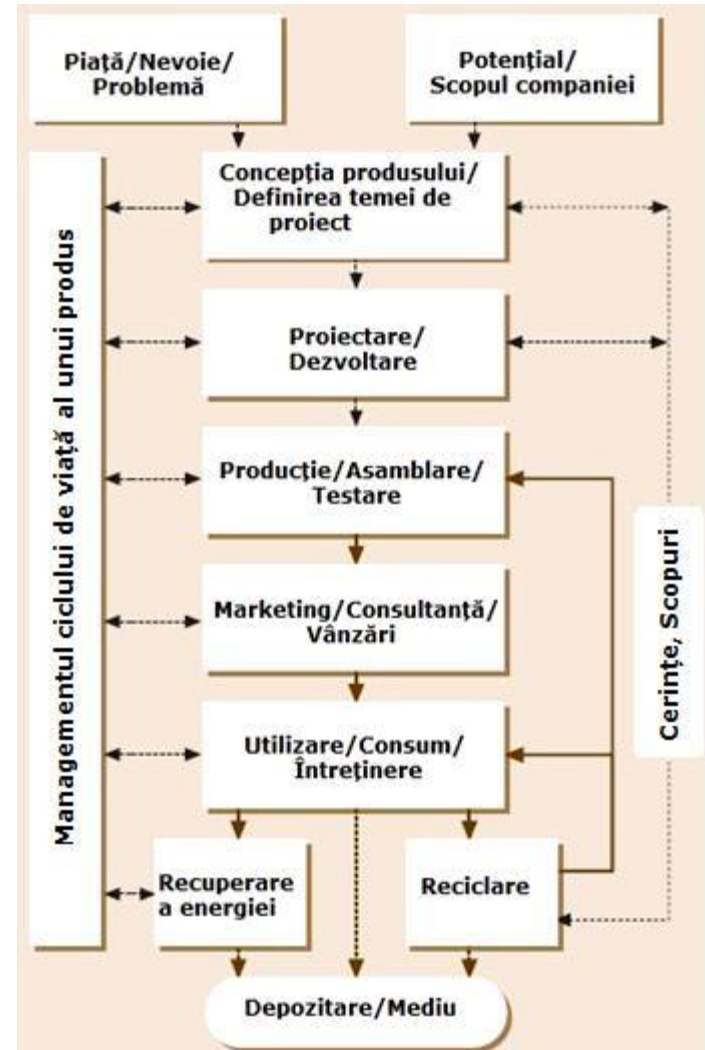

Fig. 1.1. Ciclul de viață al unui produs
•Ciclul de viață al produselor tehnice este strâns legat de ciclul material (Fig. 1.1). Acesta începe cu o idee de produs, apărută dintr-o nevoie a pieței sau o cerință a clientului, fapt ce este concretizat în prima fază a vieții produsului definită ca etapă de *concepție a produsului*.